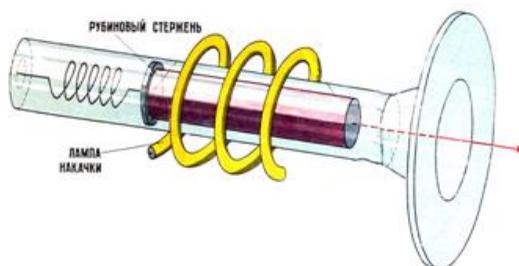

Рис. 49. Рубиновый лазер
4. Возникновение когерентного излучения (лазер) можно рассматривать как неравновесный фазовый переход. Рассмотрим твердотельный рубиновый лазер (рис. 49).